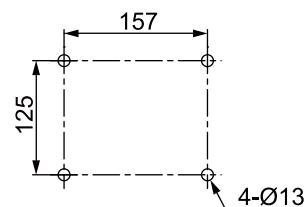

Fig.5
- 4) 本製品を直接取付ける場合には、テンプレート（梱包ダンボールに印刷）で取付穴（Fig.5）の位置を決めてください。